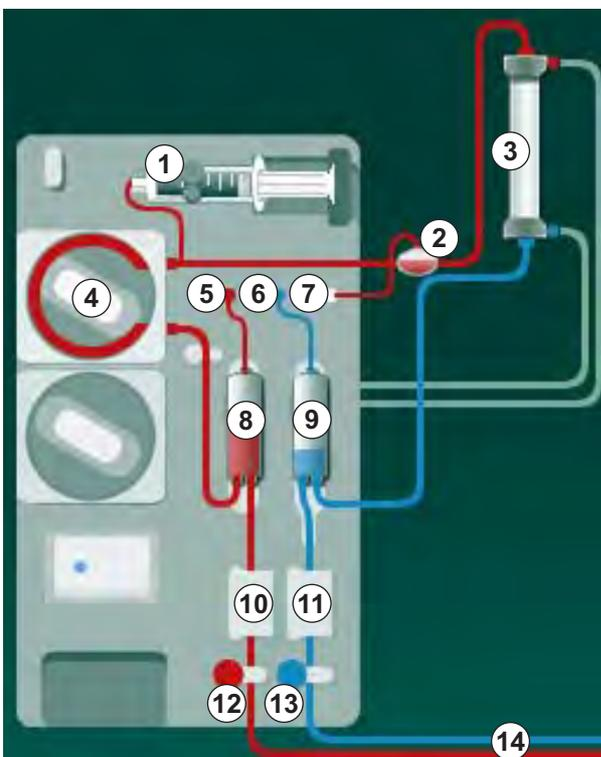

Рис. 3-2 Режим работы - Перекрестный с одной иглой
При открытом зажиме венозной магистрали (Рис. 3-2 Режим работы - Перекрестный с одной иглой (35), ⑬ ) и открытом зажиме артериальной магистрали ⑫ насос крови ④ перекачивает кровь от пациента через диализатор ③ в венозную камеру ⑨ . Давление в венозной камере ⑨ контролируется с помощью датчика венозного давления ⑥ . Когда достигается верхнее установленное значение венозного давления для переключения, насос крови ④ выключается, а зажим венозной магистрали ⑬ открывается. Из-за давления в венозной камере ⑨ кровь течет через диализатор ③ обратно к пациенту, пока не будет достигнуто более низкое давление для переключения. После достижения более низкого переключающего давления в венозной камере ⑨ или истечения заданного времени обратного потока зажим венозной магистрали ⑬ закрывается. Вскоре после этого открывается зажим артериальной магистрали ⑫ . Насос крови ④ активируется, и процесс начинается снова с забора крови у пациента.